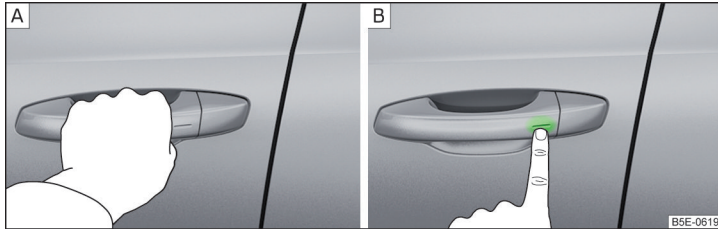

Abb. 53 Fahrzeug entriegeln / Fahrzeug verriegeln
- Den Türgriff greifen, um das Fahrzeug zu **entriegeln** » Abb. 53 - [A].
- Den Sensor am Türgriff mit dem Finger berühren, um das Fahrzeug zu **verriegeln** » Abb. 53 - [B].
- Innerhalb von 5 s den Sensor am Türgriff mit dem Finger berühren » Abb. 53 auf Seite 64 - [B]. Die Deaktivierung wird durch einmaliges Aufblinken der Blinkleuchten bestätigt.